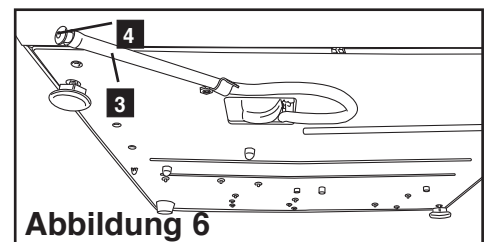

Abbildung 6
2. Entleeren Sie den Inhalt des Behälters mit Hilfe des Ablassschlauches (siehe Abschnitt 3.5 Vorbereiten der Pumpe, Abbildung 6) in ein Wasserbehältnis.